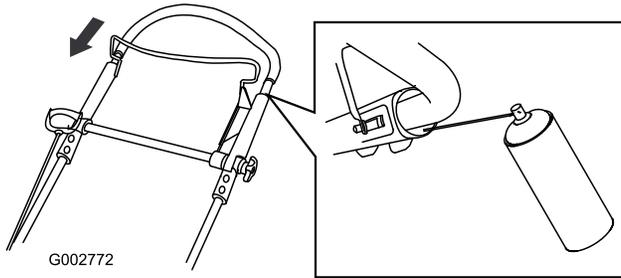

Bild 45
2. Drücken Sie den oberen Bügel ganz nach unten und sprühen Sie die innere Kunststoffoberfläche des äußeren Bügels ein (Bild 45).